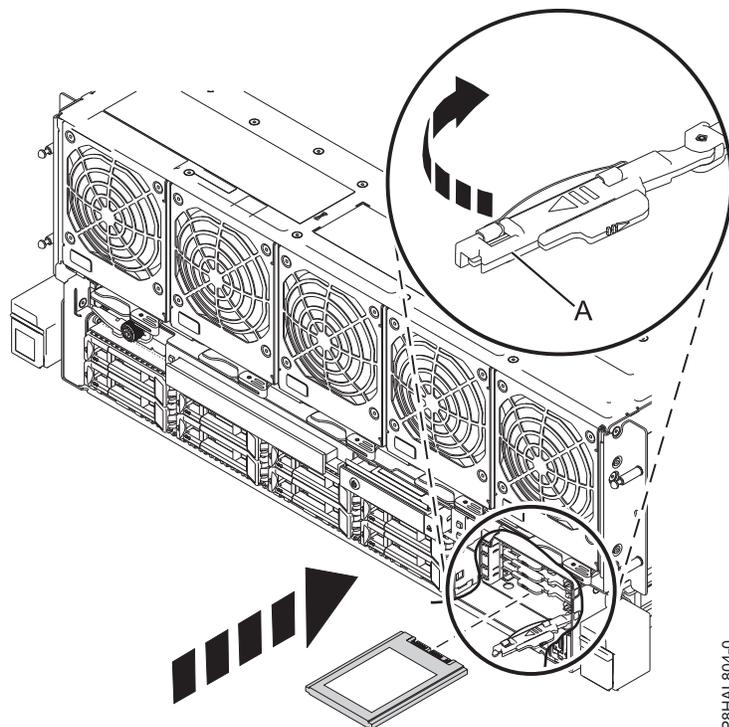

Figura 9. Instalar uma unidade SSD num sistema de 8408-44E ou 8408-E8E
14. Com a pega do compartimento de unidade de SSD (A) na posição desbloqueada, puxe a alavanca para fora para ter acesso às calhas na ranhura de SSD. Apoie a parte inferior da SSD à medida que a alinha com as calhas na ranhura de SSD. Consulte Figura 9 na página 17.
18. Bloqueie a unidade ao rodar a pega do compartimento (A) na direcção demonstrada em Figura 9.